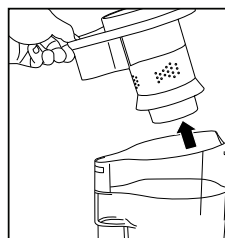

Fig. 5
2. Retirer le porte-filtre cyclonique (Fig. 5).